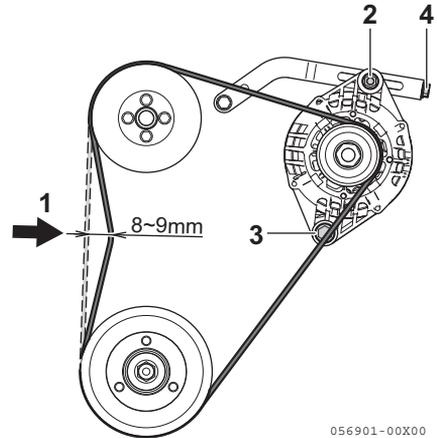

Figura 4
2. Verifique a correia premindo no meio da correia (**Figura 4, (1)**) com o seu dedo.
3. Desaperte os 3 parafusos do alternador (**Figura 4, (2) (3) (4)**).
4. Aparafuse o parafuso de ajuste (**Figura 4, (4)**) e mova o alternador para ajustar devidamente a tensão da correia.